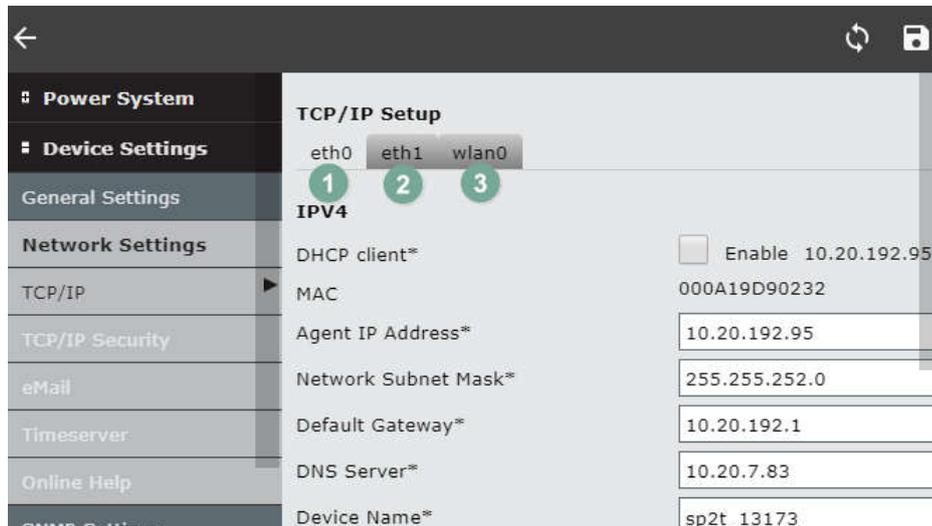

Fig. 4 – Impostazioni per la comunicazione TCP/IP
Fig. 4 – Impostazioni per la comunicazione TCP/IP	9
1. eth0 (fig.4)
2. eth1 (fig.4)
3. wlan0 (fig.4)
Fig. 4 - Posizione delle morsettiere innestabili, delle porte CAN, delle porte seriali RS232C, RS485 e degli indicatori LED nel controller Smartpack2 Basic. (I terminali collegabili possono essere neri o verdi)	7